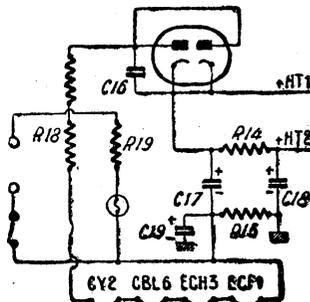

Figure 1
M. M. P. joignait à sa correspondance un schéma que nous reproduisons sur la figure 1. Nous ferons remarquer à notre aimable lecteur que les polarités de C19 sont inversées sur sa figure et que la ré-